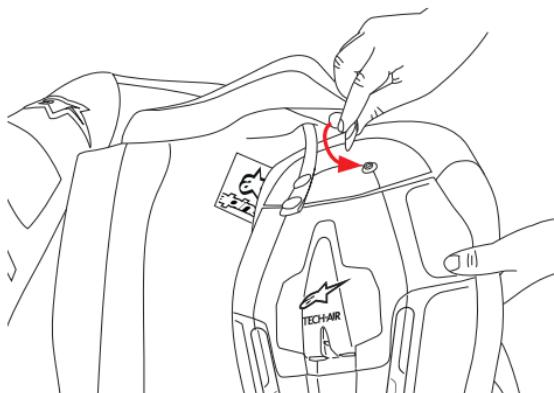

Figura 6
- Installare la maglia airbag sui due perni inferiori (passo 2 dell'installazione della maglia airbag - vedere Figura 6)